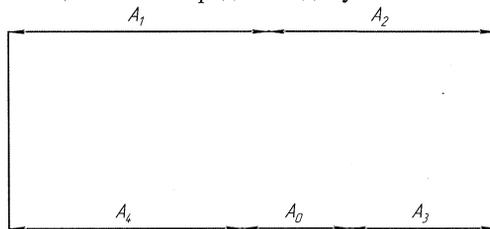

Рис. 2
19. По заданным номинальным размерам всех звеньев размерной цепи и заданному допуску замыкающего звена определить допуски составляющих звеньев (см. рис. 2)
20. По заданным номинальным размерам всех звеньев размерной цепи и заданному допуску замыкающего звена определить допуски составляющих звеньев (см. рис. 2)
21. По заданным номинальным размерам всех звеньев размерной цепи и заданному допуску замыкающего звена определить допуски составляющих звеньев (см. рис. 2)
22. По заданным номинальным размерам всех звеньев размерной цепи и заданному допуску замыкающего звена определить допуски составляющих звеньев (см. рис. 2)